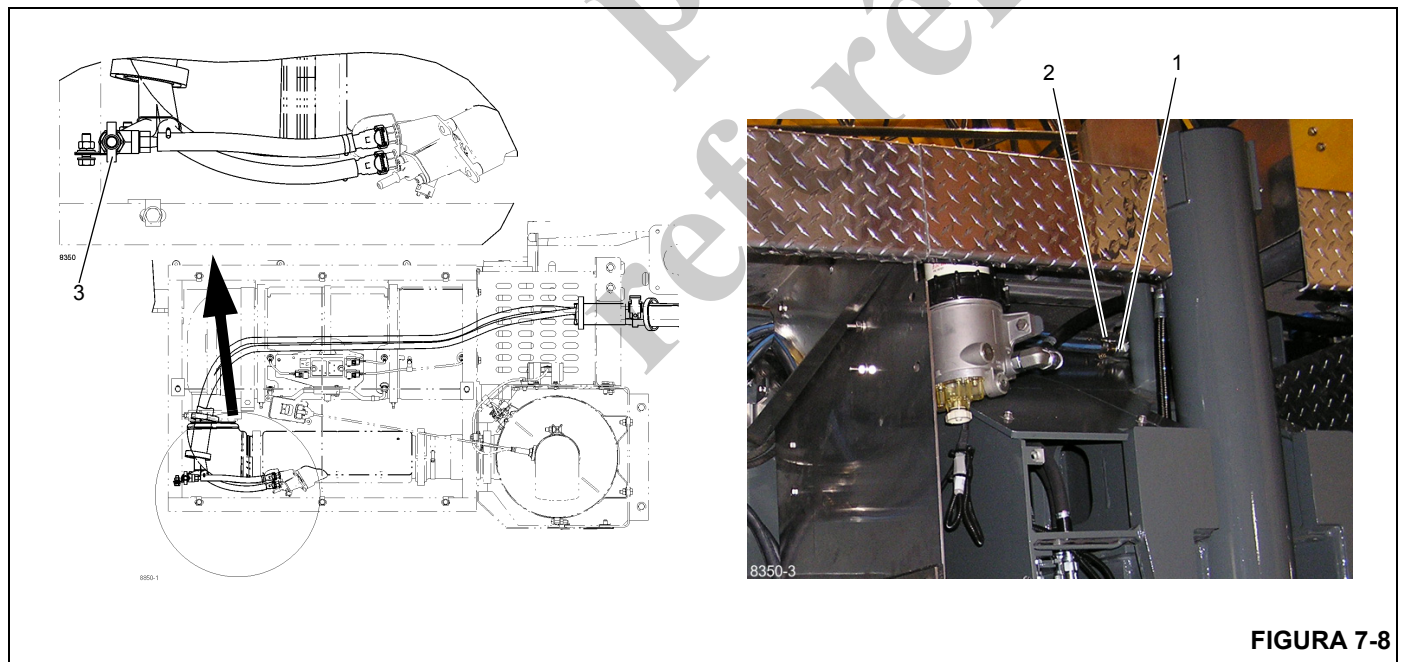

FIGURA 7-8
2. Abra as torneiras de purga no tanque do DEF (fluido de escape do diesel) (1,2) (Figura 7-8), compartimento do tubo de decomposição (3) e tubo do radiador superior para permitir que o ar preso seja liberado.